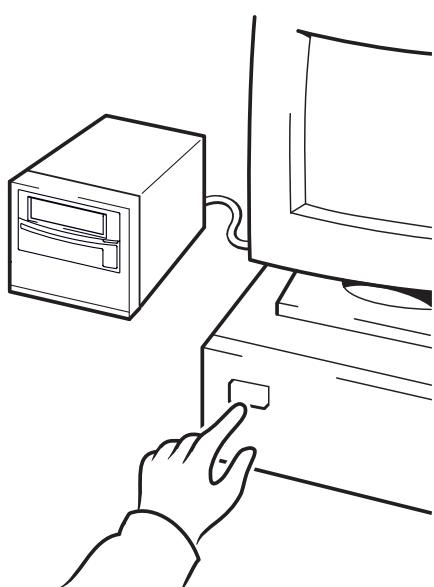

Abbildung 10c: Verwenden von
- 3 Schalten Sie den Server ein (siehe Abbildung 10c).